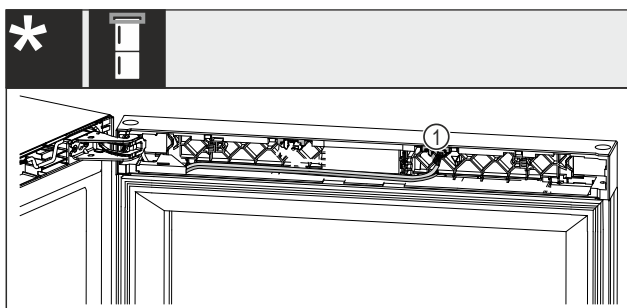

Fig. 24 Kombinált borhűtő-fagyasztókészülékek*
- ▶ Húzza ki a dugót Fig. 24 (1) a házából.*